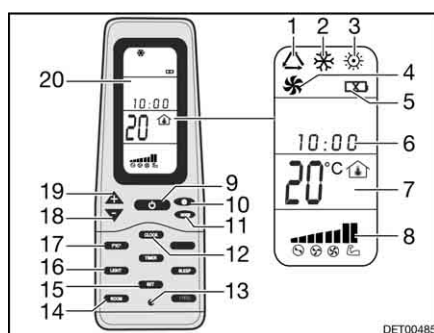

Fig. 150 Télécommande
- Appuyer sur la touche ON/OFF (Fig. 150,9).
- Appuyer sur la touche "Mode" (Fig. 150,11) autant de fois que nécessaire pour que le mode de fonctionnement souhaité (Fig. 150,1, 2, 3 ou 4) s'affiche à l'écran (Fig. 150,20).
- Régler la température désirée à l'aide des touches "+" (Fig. 150,19) et "-" (Fig. 150,18).
- Sélectionner le niveau de ventilation souhaité à l'aide de la touche de vitesse du ventilateur (Fig. 150,10).